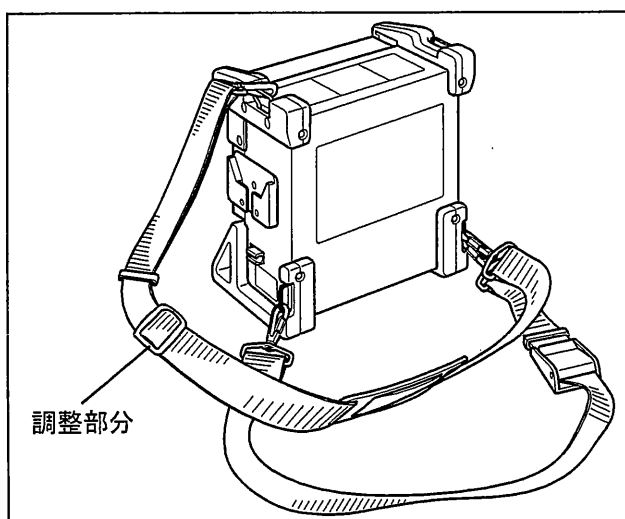

図 3.23
2. 肩ベルトにある長さ調節部分を使って、適切な長さに調節します(図 3.23 参照)。